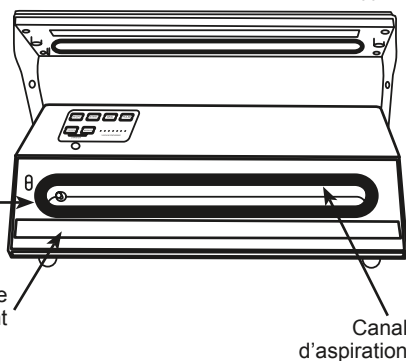

FIGURE 17
5. Retirer la garniture (REMARQUE : Le dos de la garniture N'EST PAS adhésif.) (**Figure 17**) de la gorge entourant le canal d'aspiration de la scelleuse sous vide.